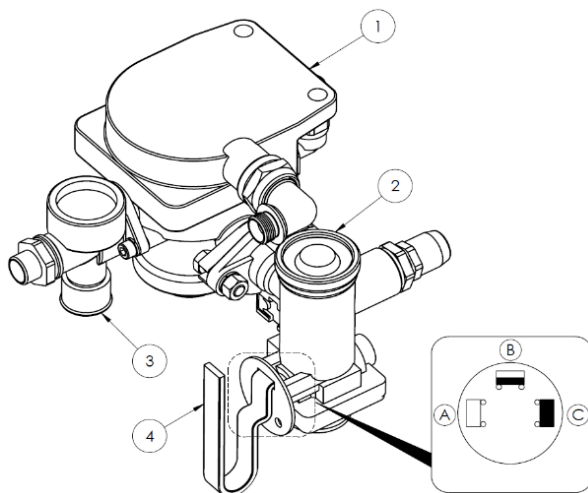

Рисунок 10-й Управляющий клапан и регулятор силы торможения 2-проводных пневматических тормозов
Регулятор силы торможения (поз. 2) - (рис. 10), используемый в пневматической тормозной системе, регулирует силу торможения в зависимости от степени заполнения кузова. Переключение в соответствующий режим работы осуществляется вручную путем изменения положения рычага (4). Это делается оператором машины перед началом движения. Доступны три рабочих положения: (А) «БЕЗ ГРУЗА», (В) «ЗАГРУЗКА НАПОЛОВИНУ», (С) «ПОЛНАЯ ЗАГРУЗКА».